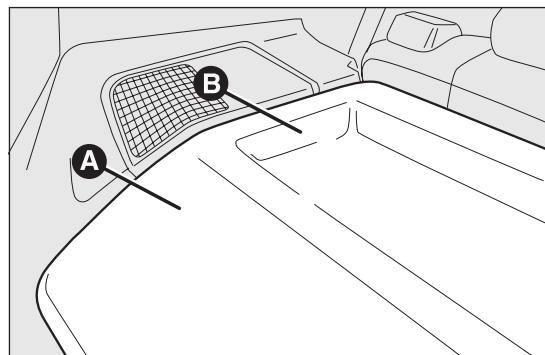
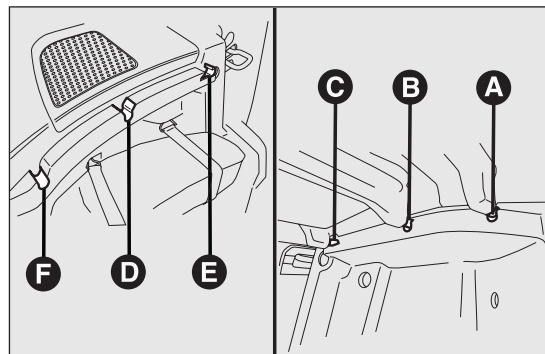

fig. 71
fig. 72
La cappelliera fig. 71 è costituita da due parti.
- ☐ aprire il portellone bagagliaio e sollevare la parte anteriore A fig. 71 sganciando il perno A fig. 72 dalla sede F fig. 72;
- ☐ sollevare la parte posteriore B fig. 71 sganciando i perni B e C fig. 72 dalla sede D e E fig. 72;